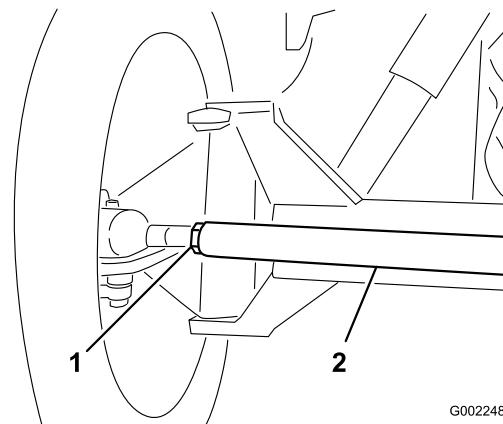

Figura 102
3. Si la distancia no está en el intervalo especificado, afloje las contratuerca en ambos extremos de la biela (Figura 102).